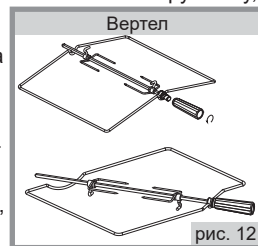

рис. 12
■ В зависимости от комфортности плиты могут комплектоваться вертелом различной конструкции со съемной рукояткой (рис. 12). При установке и извлечении использовать рукоятку, которая накручивается на резьбовую втулку.